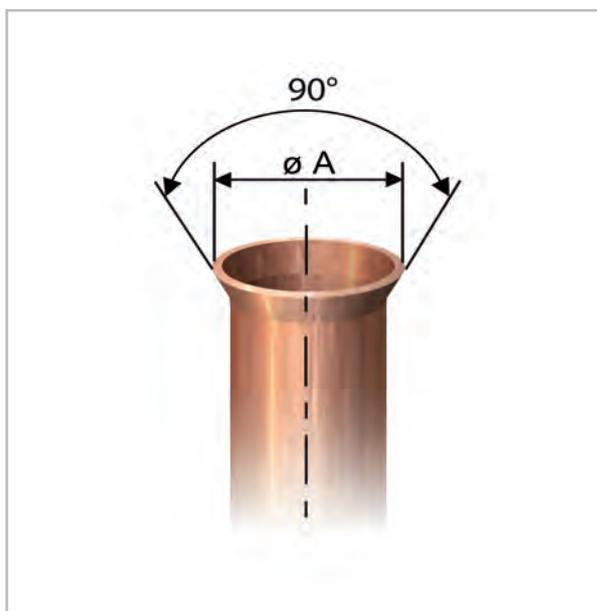

Abb. 39: Korrekte Bördelform
9. ➤ Überprüfen Sie, ob der Bördel eine korrekte Form aufweist (Abb. 39).